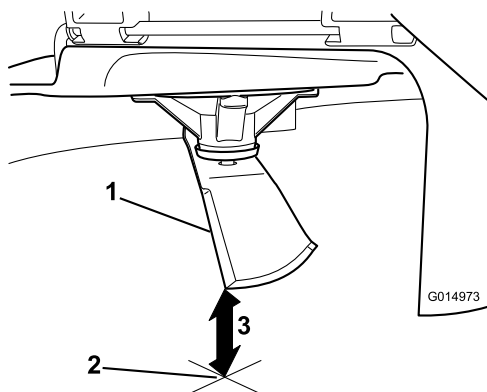

**Figura 58**
4. Ruotate la stessa lama di 180 gradi in modo che il tagliante opposto si trovi ora nella stessa posizione (Figura 58).